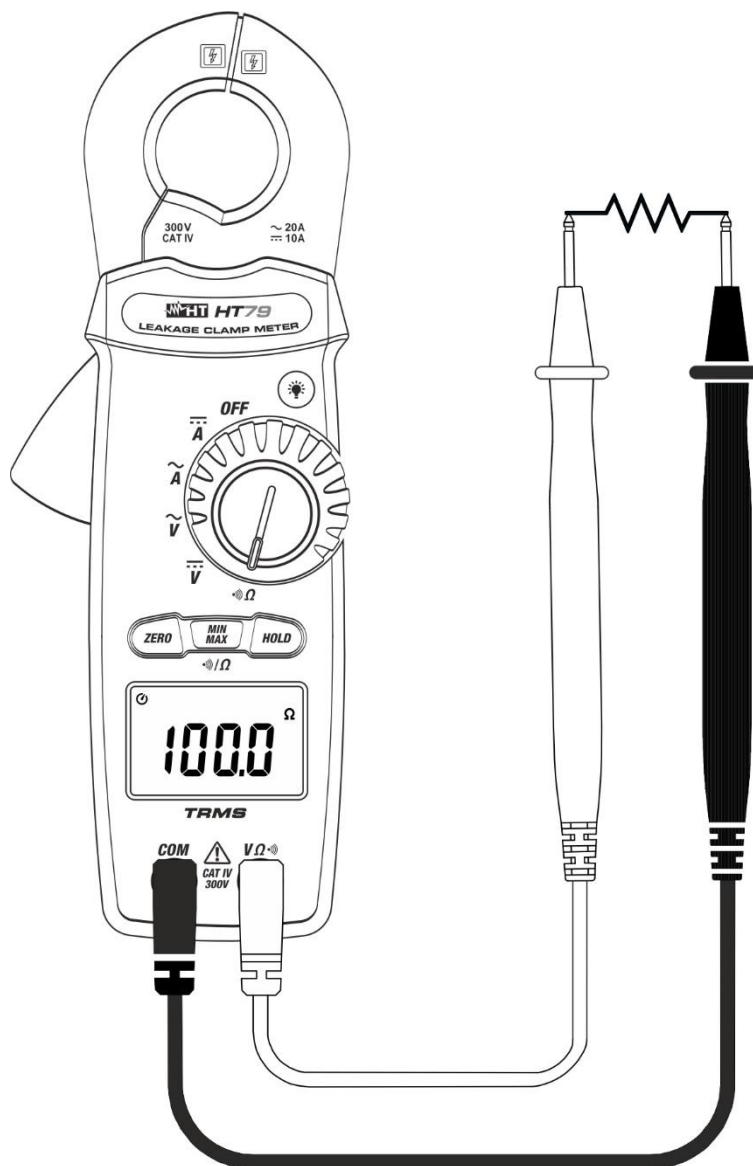

Fig. 6: Uso do instrumento para medir Resistências
3. Colocar as ponteiros nos pontos pretendidos do circuito em exame (ver Fig. 6). O valor da resistência será apresentado no display.